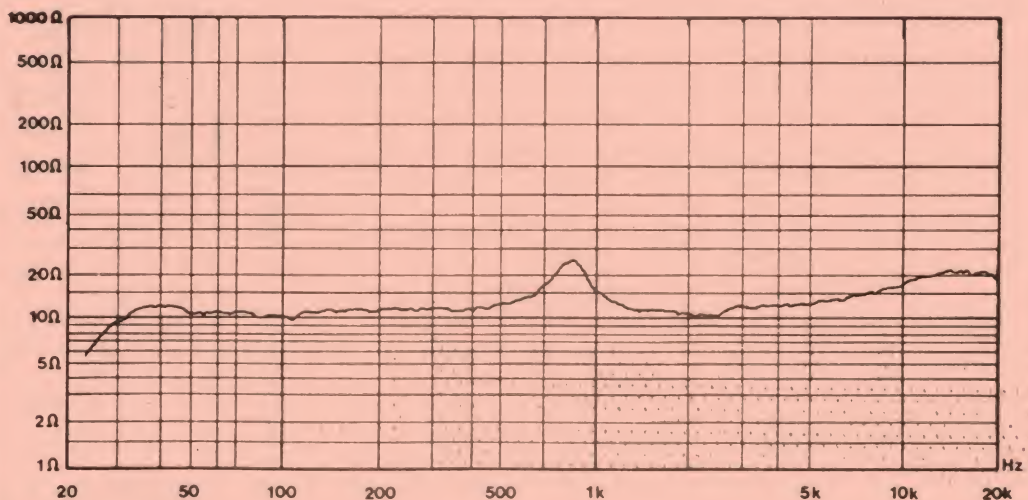

Fig. 2
2) Haut-parleur de médium (fig. 2)